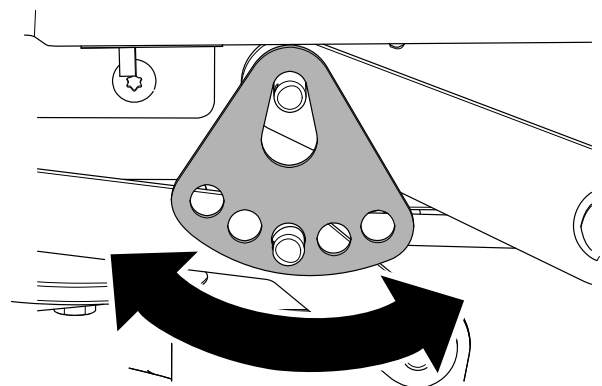

Figura 67
7. Gire la placa de ajuste de la altura de corte a otro orificio para que apoye el peso de la carcasa de corte después de instalar la placa (Figura 67).
8. Instale la arandela y la chaveta (Figura 67).